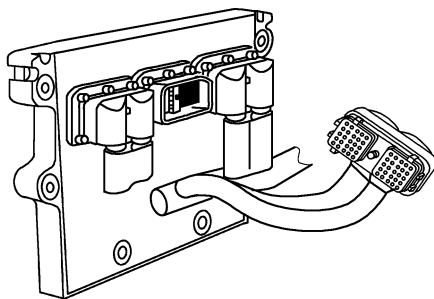

图 5-238 从 ECM 上断开执行器线束
(2) 检查是否对地短路
① 在检查是否短路时需要隔离空调开关电路, 从 ECM 上断开执行器线束, 如图 5-238 所示。